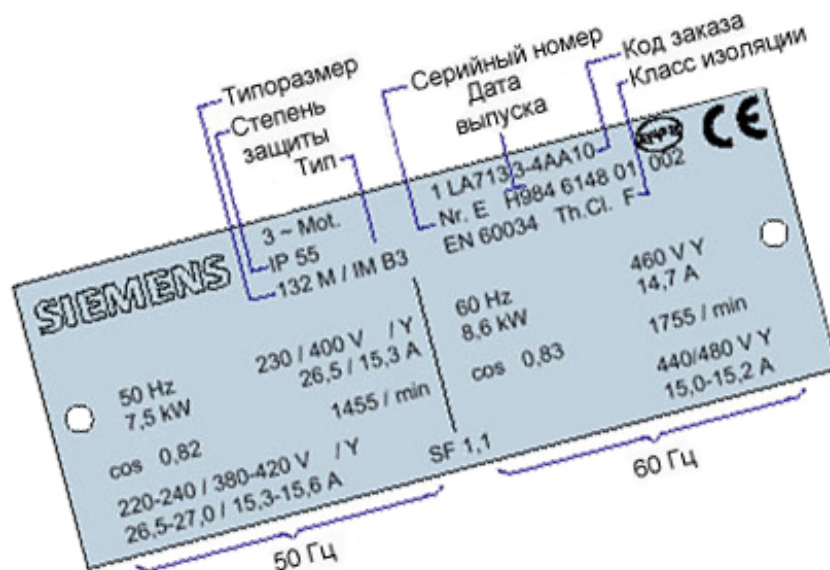

Рис. 1. Табличка с основными техническими характеристиками электродвигателя
2.2. Основные технические характеристики электродвигателей приведены на табличке («шильдe»), закрепленной на корпусе электродвигателя (рис. 1). Информация отражает основные электрические и эксплуатационные параметры, типоразмер и конструктивные особенности.